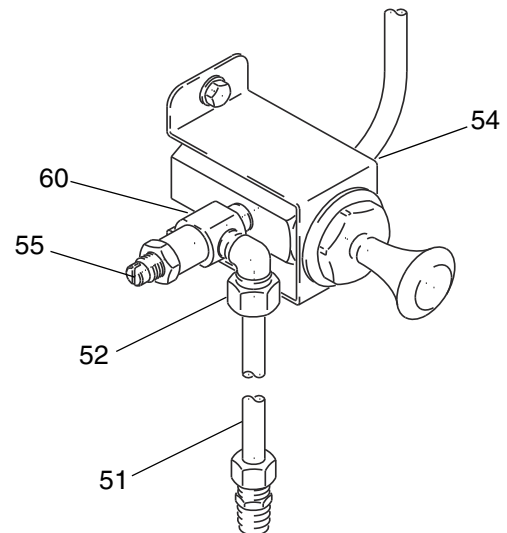

ABB. 5
Das Drosselventil (55) wie in ABB. 5 gezeigt in das Zug-/Druckventil (60) einschrauben. Das Ventil mit dem Montagewinkel (54) in geeigneter Höhe an der Wand anbringen. Die bauseitige Druckluftversorgung an das Ventil anschließen. Das Winkelstück (52) in den 1/8"-Einlass des Begrenzerventils einschrauben. Ein Ende des Kupferrohrs (51) in das Winkelstück drücken und das Gewinde festziehen. Das gerade Anschlussstück (53) in den Heberfuß (17) einschrauben. Das andere Ende des Kupferrohrs (51) in dieses Anschlussstück drücken und das Gewinde festziehen.